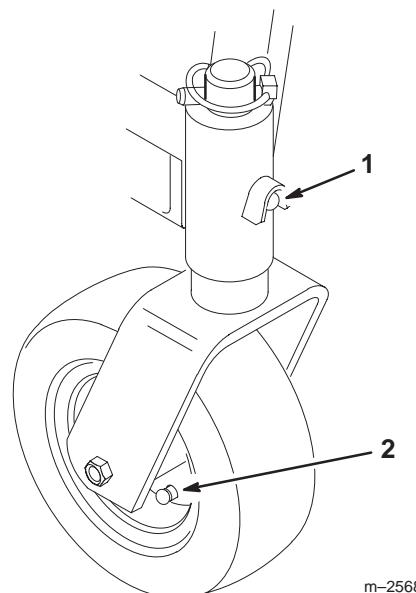

**Bild 23**
1. Fetten Sie die Schmiernippel an den drei Spindelscheibenlagern ein (Bild 23).